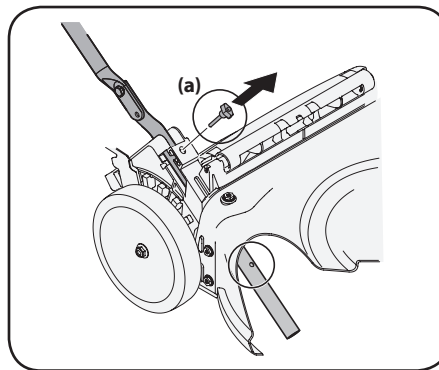
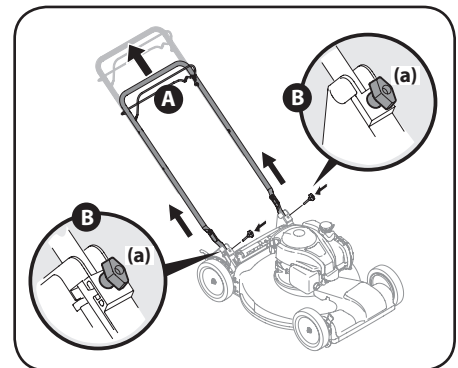

Figure 2-3
Figure 2-4
4. Retirez les boulons à tête en T (a) des supports du guidon, comme la Figure 2-3.
- a. Relevez le guidon jusqu'à ce que les trous du guidon inférieur (voir l'éclaté de la Figure 2-3) s'alignent avec les trous des supports du guidon. Voir la Figure 2-4.
- b. Insérez les boulons à tête en T, enlevés au paragraphe 1b, dans les supports du guidon et dans le guidon inférieur et serrez à fond pour maintenir le guidon en place. Voir la Figure 2-4.